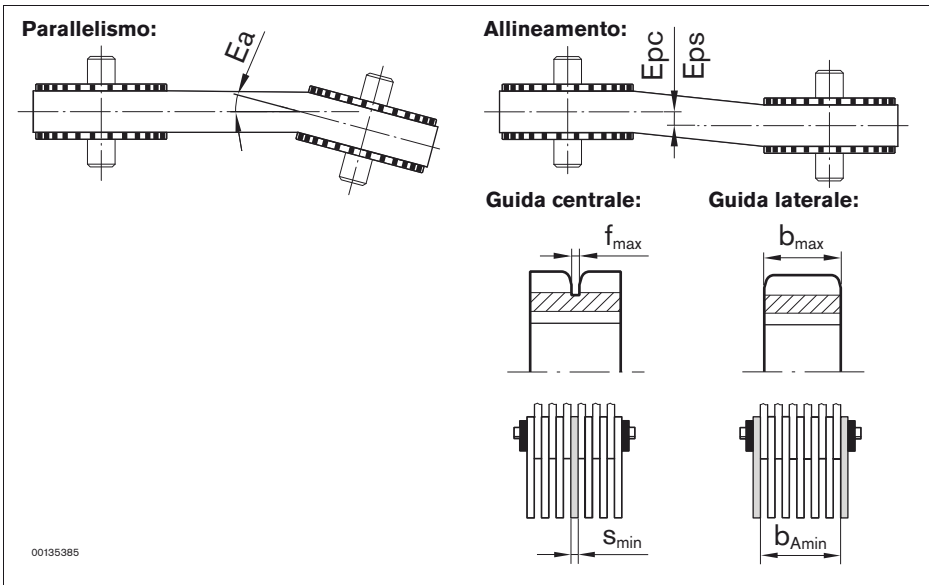

Fig. 8: Montaggio corretto delle ruote dentate per catena
- Le ruote dentate della catena devono essere parallele fra loro (vedere Fig. 8). Errore consentito: $E_a \leq 1^\circ$
- Le ruote dentate della catena devono essere allineate (vedere Fig. 8). Errore consentito: